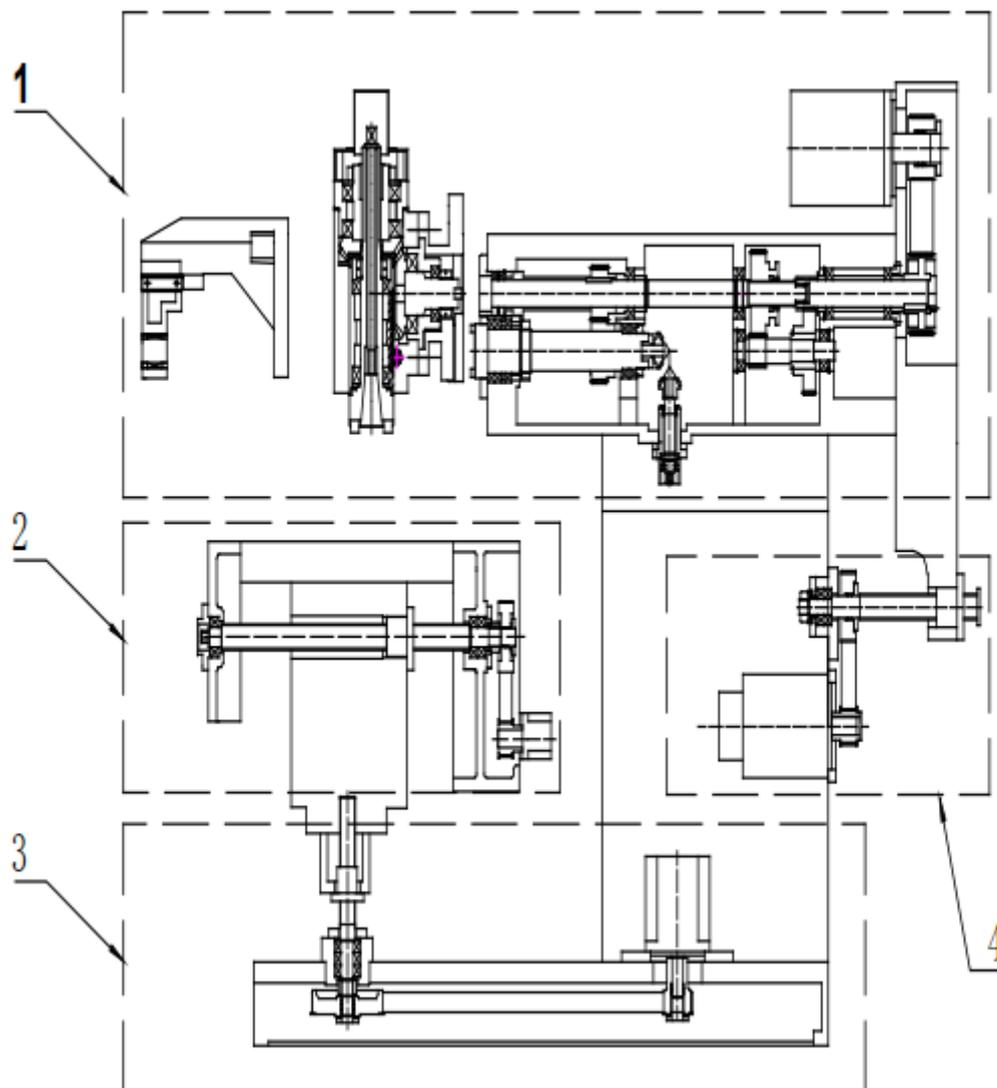
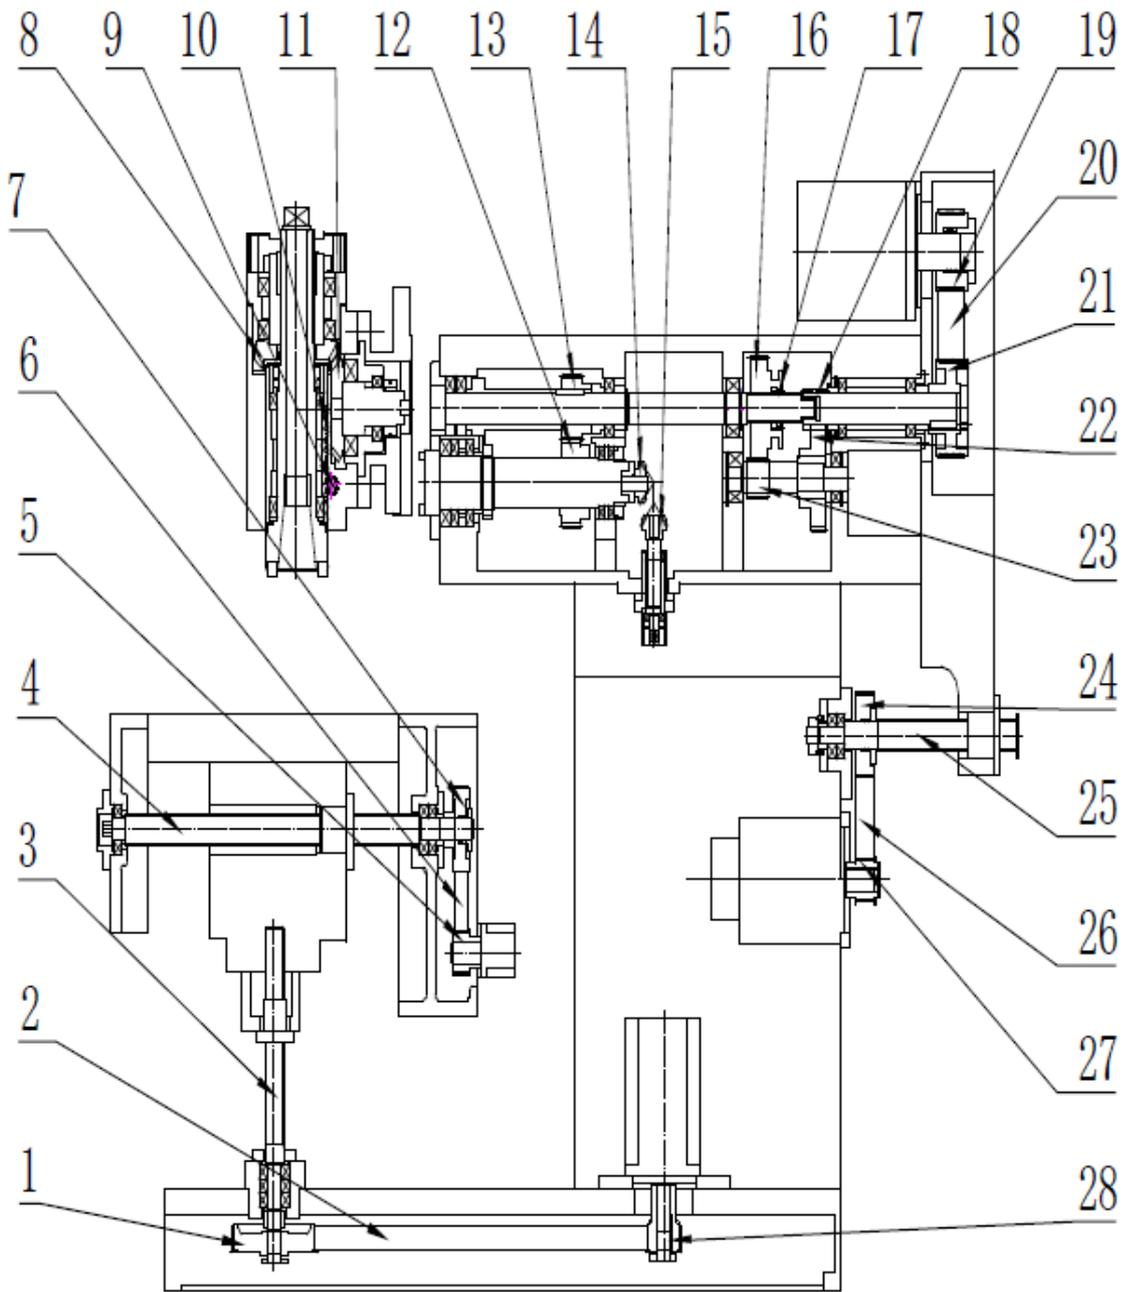

Рис. 10: Схема структуры трансмиссии станка
Рис. 11: Схема деталей трансмиссии станка
1) Система трансмиссии шпинделя (см. рис. 10 и рис. 11)
Система трансмиссии шпинделя состоит из поршневой коробки передач и фрезерной головки, подробнее см. блок-схему 4 на рис. 10. Конкретные детали привода см. на рис. 11. Принцип трансмиссии следующий:
## 2) Привод по оси X (см. рис. 10, рис. 11)
Привод по оси X показан на блок-схеме 2 на рис. 10; детали трансмиссии см. на рис. 11, принцип трансмиссии следующий:
## 3) Привод по оси Y (см. рис. 10, рис. 11)
Привод по оси Y показан на блок-схеме 4 на рис. 10; детали трансмиссии см. на рис. 11, принцип трансмиссии следующий:
## 4) Привод по оси Z (см. рис. 10, рис. 11)
Привод по оси Z показан на блок-схеме 3 на рис. 10; детали трансмиссии см. на рис. 11, принцип трансмиссии следующий:
(см. рис. 11)
## 10. Перечень деталей редуктора и трансмиссии (для WFM850) (см. рис. 11)